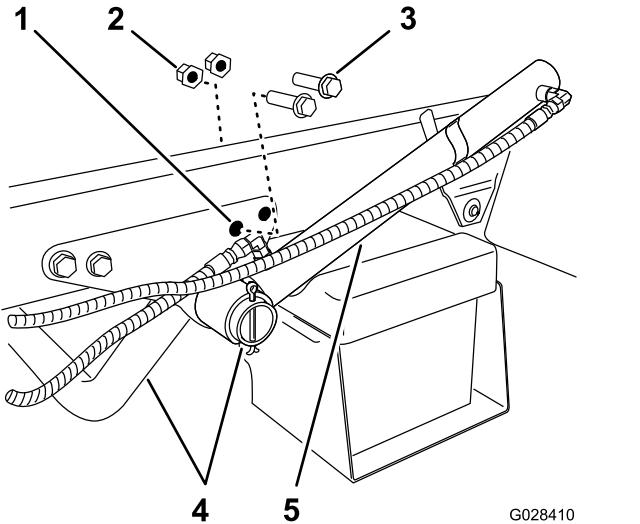

Bild 6
1. Entfernen Sie die zwei hinteren Bundkopschrauben und zwei Sicherungsbundmuttern, mit denen die Stützhalterung für das Motorrohr am Rahmen der Maschine befestigt ist (Bild 6).
2. Drehen Sie den Hubzylinder, um einen Abstand für das Montieren der Befestigungshalterung am Behältergestell zu schaffen (Bild 6).